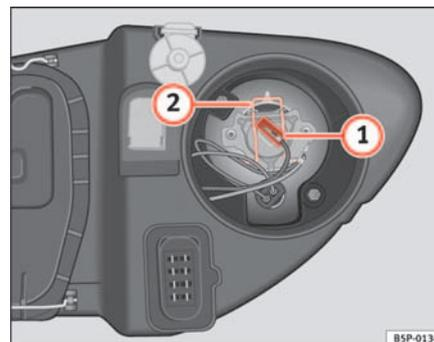

Fig. 178 Luz de carretera
- Extraiga el conector ⇒ fig. 178 ① de la lámpara.
- Presione el resorte ⇒ fig. 178 ② hacia dentro y hacia la derecha.